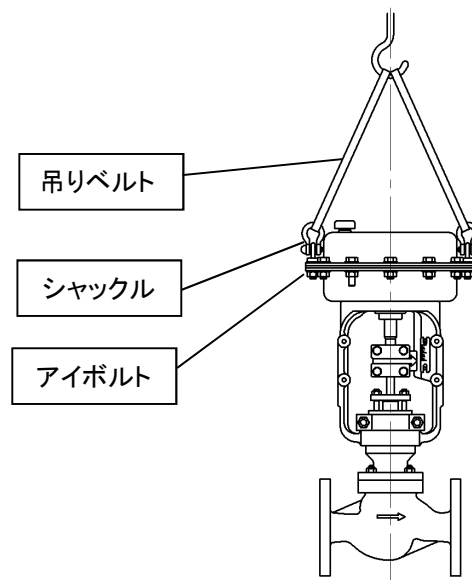

図4
- (1) 本製品は重量物ですので、配管への取付けの際には吊上げ装置により製品を確実に支えてください。梱包箱から本製品を吊上げて取り出す場合、落下を避けるため、本製品の重量を支えることのできる規格品の吊り具を使用してください。本製品には吊上げ用のアイボルトを操作部に装着しています。アイボルトを使用する際には両方のアイボルトを使用して、均等な荷重になるように吊りベルトを通してください(図4参照)。